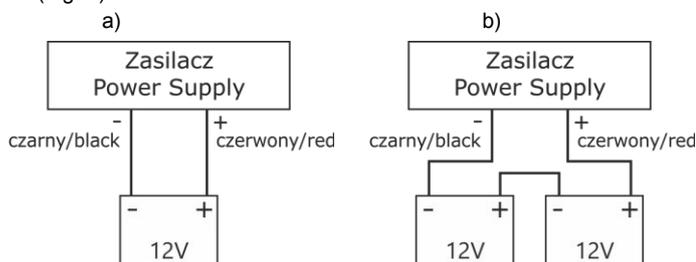

Fig. 5. Raccordement des batteries en fonction de la version de tension de l'alimentation électrique :
4. Installer la/les batterie(s) dans une zone désignée de l'enceinte. Connecter les batteries à l'unité d'alimentation en veillant tout particulièrement à respecter la polarité et le type de connexion (Fig. 5) :